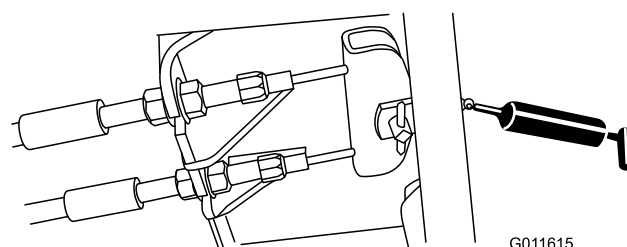

Figure 75
- Pédale de frein (1) (Figure 75)